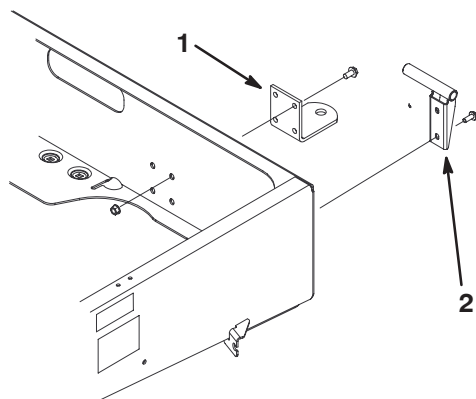

Figura 7
2. Monte el pivote de la izquierda en la esquina izquierda trasera del bastidor con 2 tornillos de arandela prensada (3/8 x 1 pulg.). Coloque el pivote tal y como muestra la Figura 7.